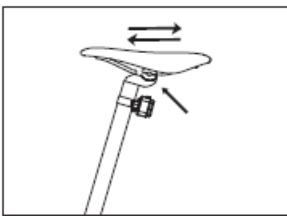

Abbildung 2
- (2) Lösen Sie die Schraube unter dem Sattel, stellen Sie den Sattel auf den gewünschten Winkel ein, und ziehen Sie die Schraube wieder an (empfohlenes Drehmoment: 18 N·m). (Siehe Abbildung 2)